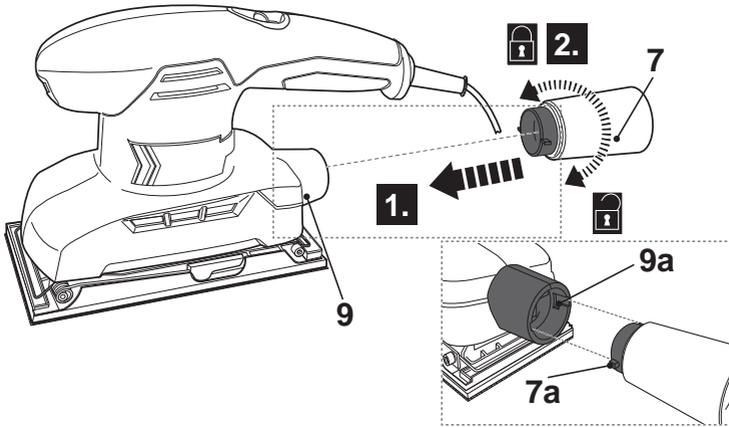

Fig. 12
- > Alignez les languettes [7a] sur les rainures [9a], puis insérez l'adaptateur pour aspirateur [7] dans la sortie d'extraction de poussière [9] jusqu'à la butée (Fig. 12, étape 1).
- > Tournez l'adaptateur pour aspirateur [7] dans le sens horaire pour le fixer en position (Fig. 12, étape 2).